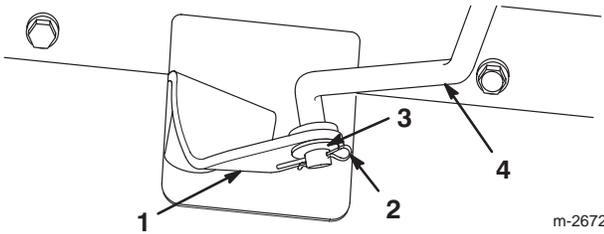
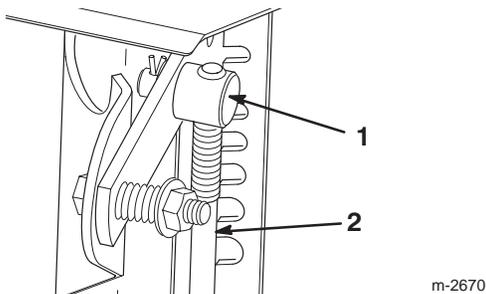

Bild 7
Bild 9
1. Ziehen Sie den Schalthebelarm (Bild 7) ganz heraus.
3. Drehen Sie die Schalthebelstange im Drehzapfen (Bild 9), bis das untere Ende der Stange in das Loch im Schalthebelarm geschoben werden kann (Bild 7).
4. Bauen Sie die Schalthebelstange im Schalthebelarm ein, bringen Sie eine Unterlegscheibe an der Stange an und sichern Sie diese mit einem Splint ab (Bild 7).